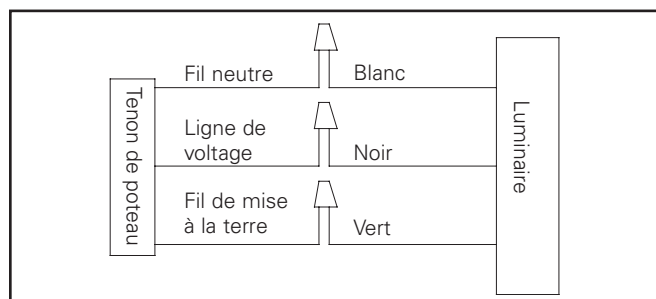

Figure 1.
2. Connectez les fils d'alimentation aux fils appropriés du luminaire. (Figure 1.)